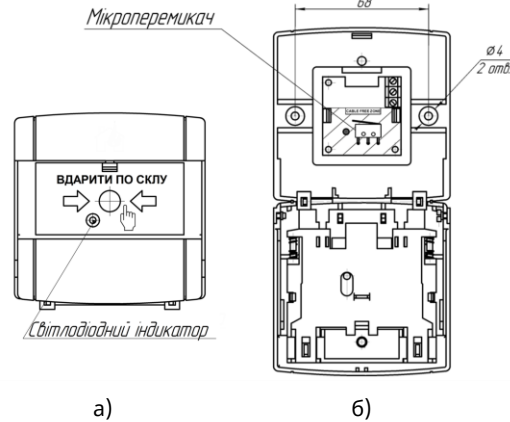
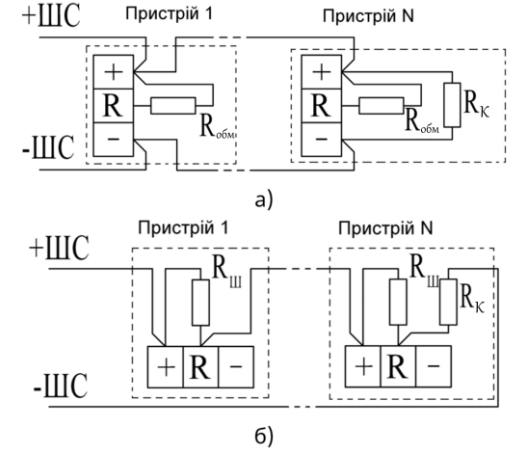

Рисунок 3.1 – Зовнішній вигляд (а) та внутрішня компоновка (б) пристроїв
Рисунок 3.2 – Схема підключення пристроїв:
3.1 Для монтажу необхідно відкрити пристрій натисканням ключа на защіпку у верхній частині його корпусу, протягнути дроти всередину і закріпити пристрій на стіні приміщення за допомогою дюбелів та гвинтів (див. Рис. 3.1б). Підключення пристрою виконують згідно зі схемою, наведеної на Рис. 3.2. Рекомендований переріз дротів від 0,28 мм² до 1,0 мм².